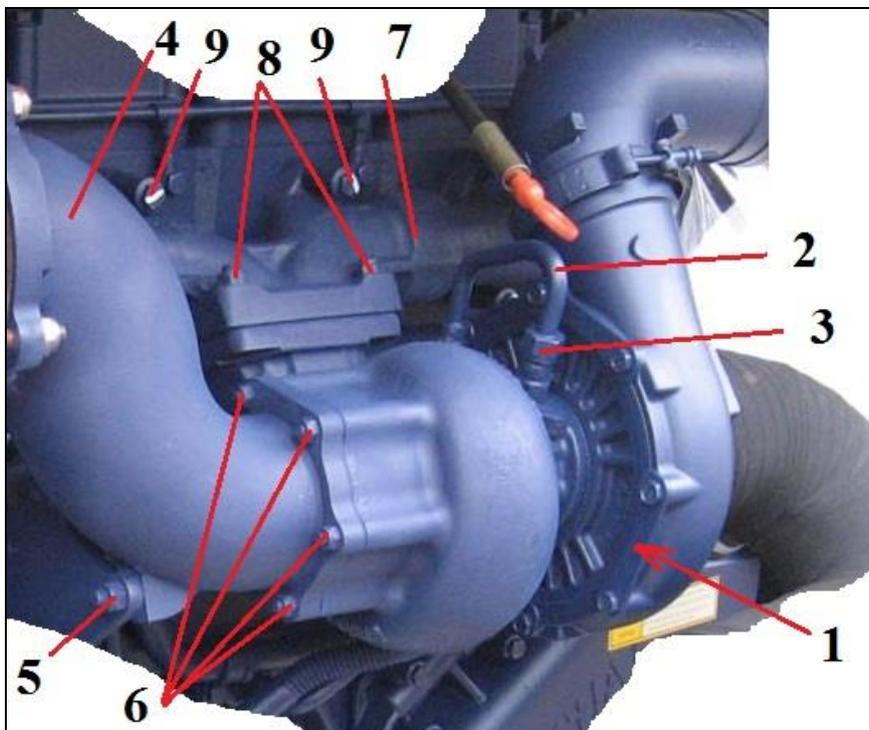

Рис. 19 Снятие турбокомпрессора и выпускного коллектора
2.16. Снятие турбокомпрессора и выпускного коллектора (см. Рис. 19)